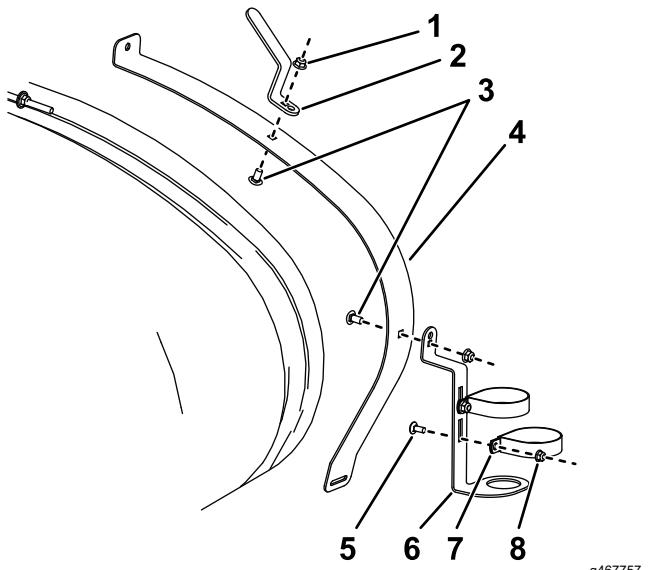
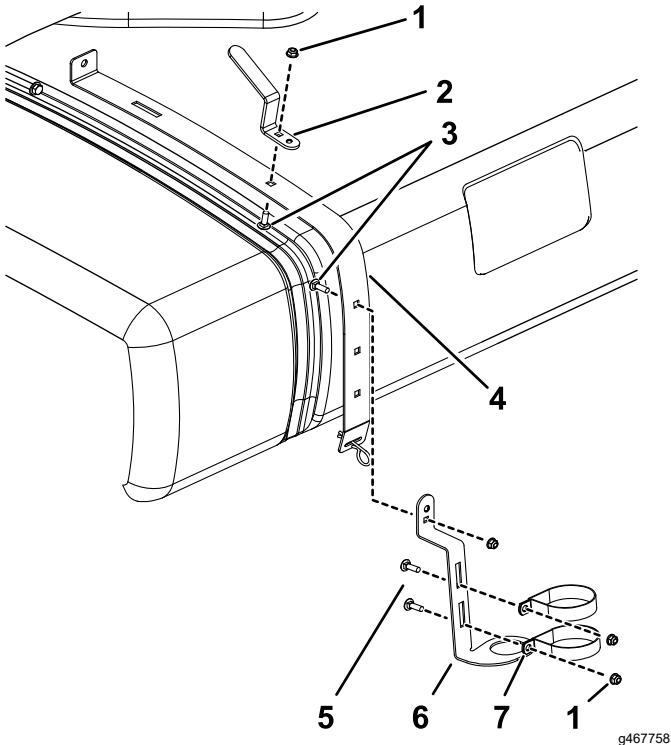

Figura 1
Figura 2
- En el Multi Pro WM, afloje el fleje trasero derecho (Figura 2).
- En el Multi Pro 1750 y el Multi Pro 5800, afloje el fleje delantero derecho (Figura 1).
2. Instale las abrazaderas en R, el soporte de la pistola de fumigación y el gancho de la manguera según se muestra en Figura 1 o Figura 2, con un perno de cuello cuadrado, una arandela plana y una tuerca con arandela prensada.